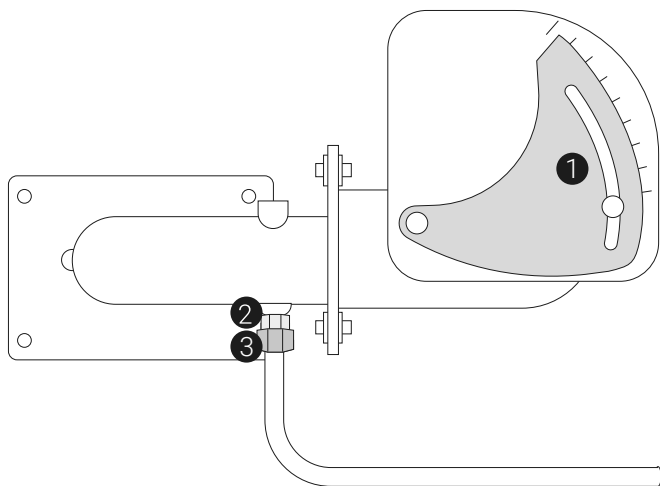

Рис. 8
9.5.17.1. Снять подводящую газ трубку путем открывания гайки 3 (рис. 8).
Осуществить настройку газозвушной смеси путем увеличения либо уменьшения подачи воздуха с помощью перемещения поворотной пластины 1 (рис. 8) до достижения пламени фиолетового цвета, без отрывов пламени от горелки. Установить значение вентилятора на «0», а затем изменить настройку переместив пластину до нужного значения. Обычно для яруса с одним подом достаточно установить значение «3», с двумя подами достаточно выставить значение "3-4", для яруса с тремя подами значение "4-5". Настройка верная, если в итоге получено ровное синее пламя горения.